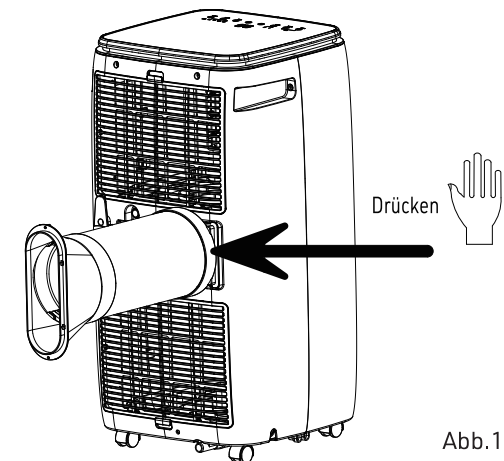

Abb.1
1. Installieren Sie die Abluftrohr-Baugruppe (Wie in Abb.1 gezeigt).